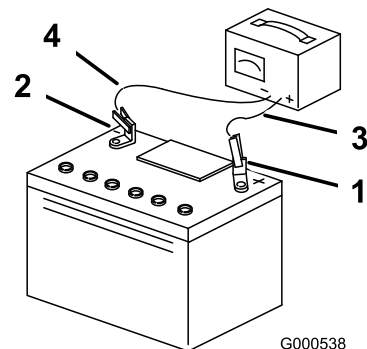

Figura 39
- Cuando la batería esté completamente cargada, desconecte el cargador de la toma de electricidad, luego desconecte los cables del cargador de los bornes de la batería (Figura 39).